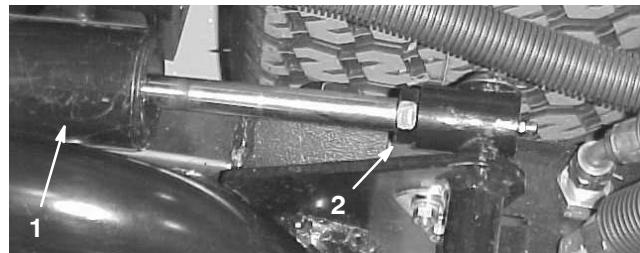

Figure 14
3. Mettez le moteur en marche, relevez les plateaux de coupe et vérifiez que l'écartement entre le segment d'usure sur le dessus de la barre d'usure du plateau arrière et la bride de butée est compris entre 0,51 et 2,54 mm (Fig. 13). Si ce n'est pas le cas, réglez le vérin arrière de manière à obtenir l'écartement voulu. Pour régler le vérin, abaissez les plateaux de coupe et reculez l'écrou de blocage sur le vérin (Fig. 14). En vous aidant d'une pince et d'un chiffon, tenez la tige du vérin près de l'écrou et tournez la tige. Relevez les plateaux de coupe et vérifiez l'écartement. Répétez la procédure au besoin. Resserrez l'écrou de blocage de chape.